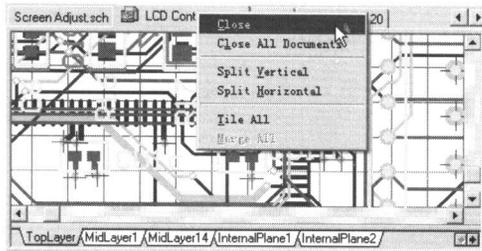

图1-7 关闭需要导出的文件
1. 在 Protel 的设计浏览器中关闭需要导出的设计文件。如图 1-7 所示，用鼠标右键单击需要导出的文件，在弹出的菜单中选择【Close】命令。